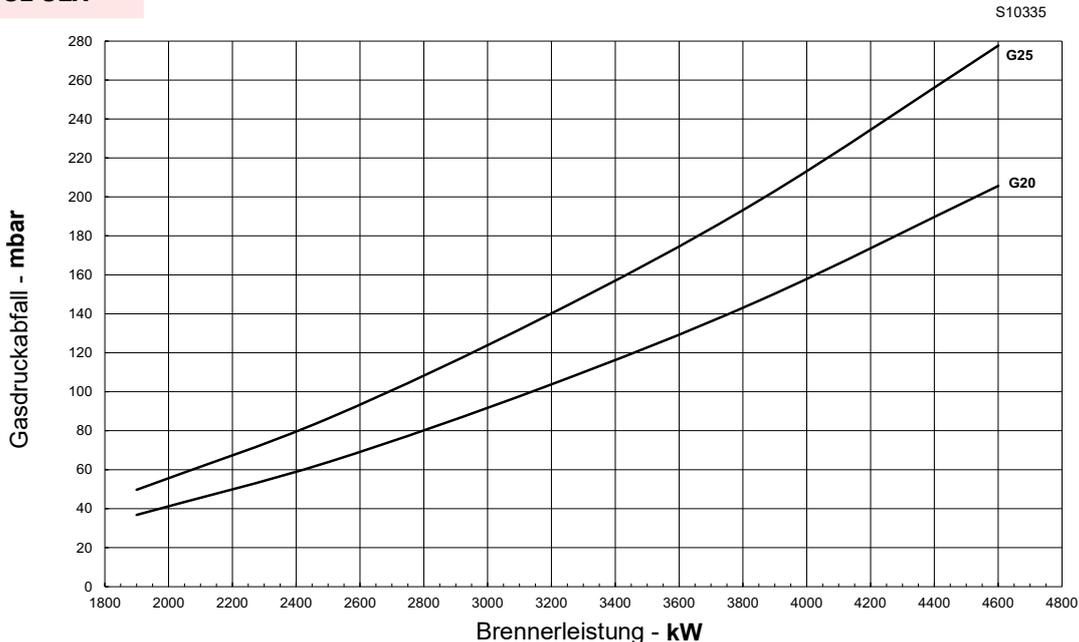

Abb. 21
- Den Wert in mbar eingeben (Abb. 21) und die entsprechende Leistung in der Zeile ablesen.
- Den Druck am Anschluss P1)(Abb. 21) ablesen.
An der Entnahmestelle P1)(Abb. 21) erforderlicher Druck.
Dies dient dem Ermitteln der ungefähren MAX. Leistung des Brenners anhand der Abb. 20 und Abb. 21 auf Seite 25.